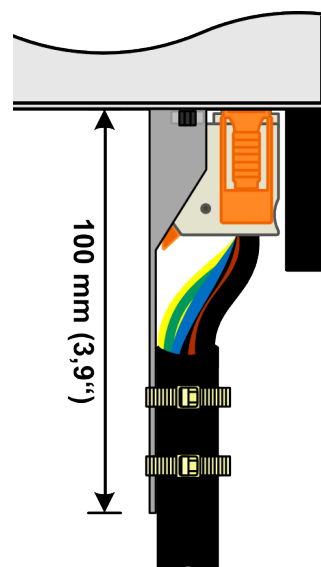

Figure 13 - Bride de soulagement entièrement montée
3. Brancher le câble AC avec la fiche et, vu d'en haut, le faire passer dans le sens de la longueur devant la bride et le fixer avec au moins un, mais de préférence avec les deux serre-câbles fournis. Voir *Figure 13*.